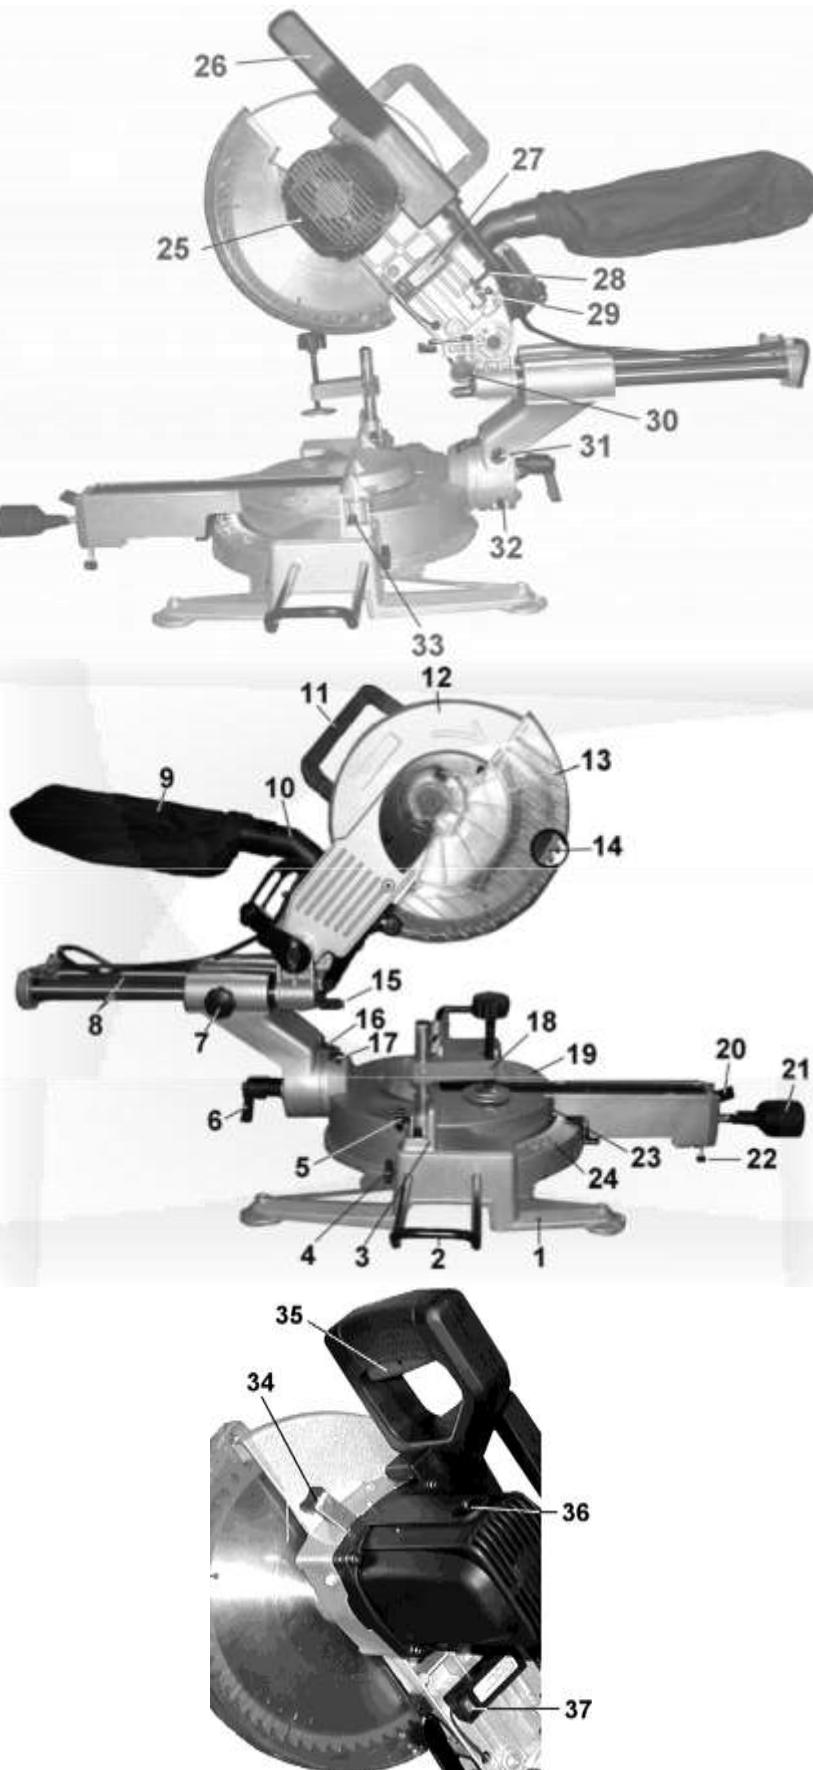

Рис. 2
8.1. Сборка (Рис.2)
8.2. Приведение пилы в верхнее положение (Рис.2)
- 8.2.2. Удерживая пилу за рукоятку (26), переместите её в верхнее положение, как показано на Рис.2.
8.3. Транспортировка (Рис. 2)
8.4. Монтаж (Рис. 2)
При пиление алюминиевого профиля используйте деревянные бруски и вставки для исключения деформации профиля. Для уменьшения прилипания алюминиевых стружек к пильному диску (14), Рис.2, при работе с профилем применяйте смазку - натрите воском **«неподвижный»** пильный диск (14).